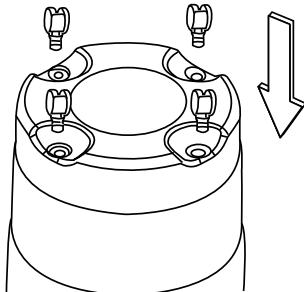

Fig. 1
4. Voltee el tanque recolector e inserte las cuatro patas con ruedecillas **5** en las ranuras del tanque recolector. Las ruedecillas **5** deben fijarse en su posición con un clic. Verifique que estén correctamente colocadas. **Fig. 1**.